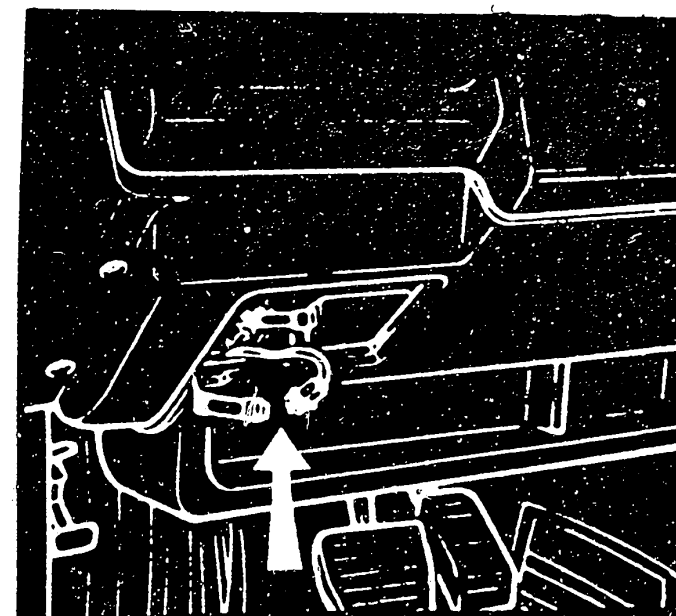

Bild 18 Motortypen KG und JY: Nach dem Trennen der grünen Leitung unter der Abdeckung lässt sich der Leerlauf mit Hilfe eines Drehzahlmessgerätes einstellen.
- An den **Motortypen KG und JY** wird die grüne Leitung unter der Abdeckung im Armaturenbrett herausgenommen und getrennt (Bild 18).